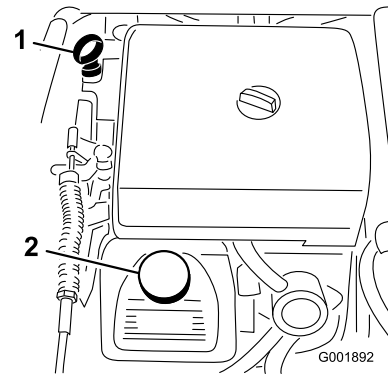

Bild 50
2. Nehmen Sie den Peilstab heraus und wischen Sie ihn mit einem sauberen Lappen ab (Bild 50). Stecken Sie den Peilstab in das Rohr und stellen Sie sicher, dass er vollständig eingeführt ist. Nehmen Sie den Peilstab heraus und prüfen Sie den Ölstand.
3. Wenn der Ölstand niedrig ist, nehmen Sie den Deckel des Einfüllstutzens von der Ventilabdeckung ab (Bild 50) und füllen Sie Öl auf, bis der Ölstand die Vollmarke am Peilstab erreicht. Gießen Sie Öl langsam ein und prüfen Sie den Ölstand häufig während des Füllens. Nicht überfüllen.
8. Gießen Sie ungefähr 80 % der angegebenen Ölmenge langsam in den Öleinfüllstutzen (Bild 50).